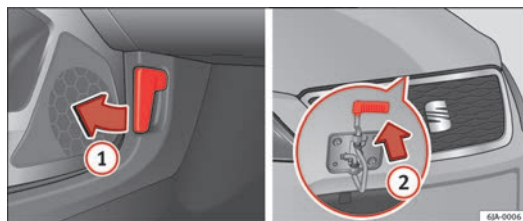

Fig. 116 Desbloqueo del capó del motor
- Tire de la palanca ① ⇒ fig. 116 que se encuentra bajo el tablero de instrumentos en el sentido que indica la flecha.
- Tire de la palanca de seguridad en la dirección de la flecha ② ⇒ fig. 116, el capó se desbloquea.